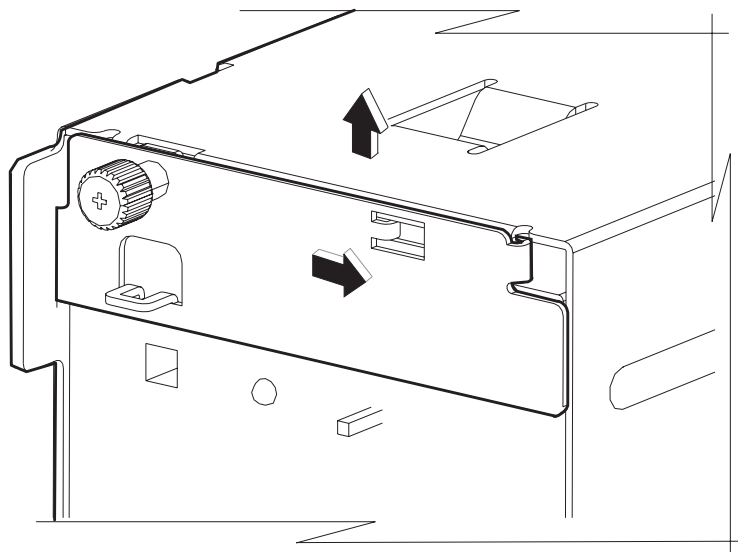

图 17. 卸下固定支架
1. 从扩展机架上卸下固定支架，如第 25 页的图 17 中所示。